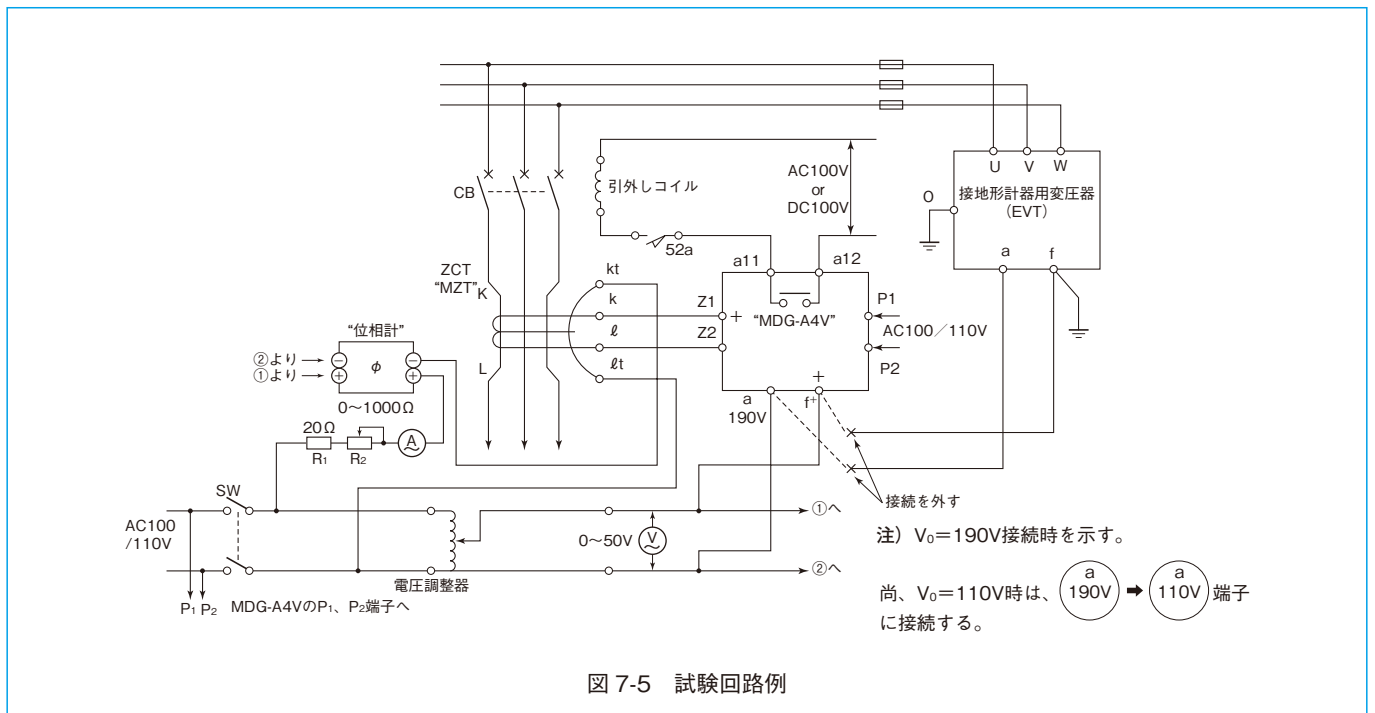

図 7-5 試験回路例
- ① 現地試験においては、継電器の動作を確認する為、I₀入力 はZCT1次側 (又はテスト端子kt、lt) より電流を印加し、V₀入力 は継電器入力端子より電圧を印加して行ってください。試験回路例を図7-5に示します。
- ② 本試験を行う場合、主回路は必ず停電していることを確認の上実施してください。
- ③ 定格制御電圧を入力すると、RUN表示LED (緑色) が点灯します。これは、電子回路が正常に動作していることを示します。
- ④ 定格制御電圧印加で表示選択スイッチを「強制動作」に合わせ、整定をLOCK以外にし、テストボタンを2秒以上押し、接点が強制動作することを確認してください。(尚、強制動作時、動作表示器の変化 [黒色→橙色] はありません。)